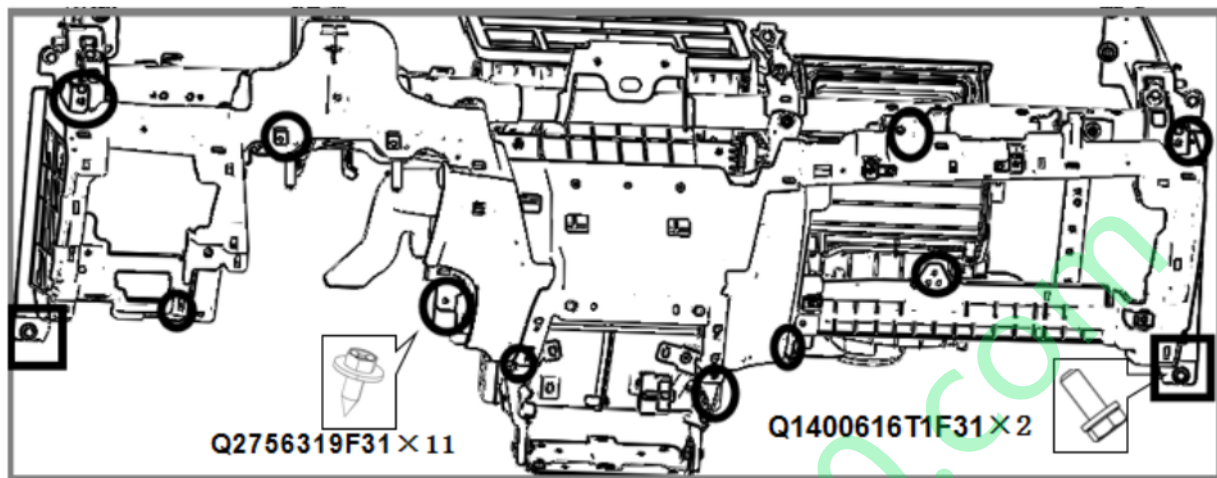

图 1.5.21 下本体总成
- (1) 拆卸前应了解仪表板下本体结构及各紧固件位置 (见图 1.5.21)
- (2) 用十字螺丝刀将 11 个十字槽盘头自攻螺钉 (Q2756319F31) 拆卸下来, 用六角套筒 (10 号) 将两个六角头螺栓 (Q1400616T1F31) 拆卸下来,。
- (3) 确认与线束连接全部断开后, 即可仪表板下本体拆分下来。